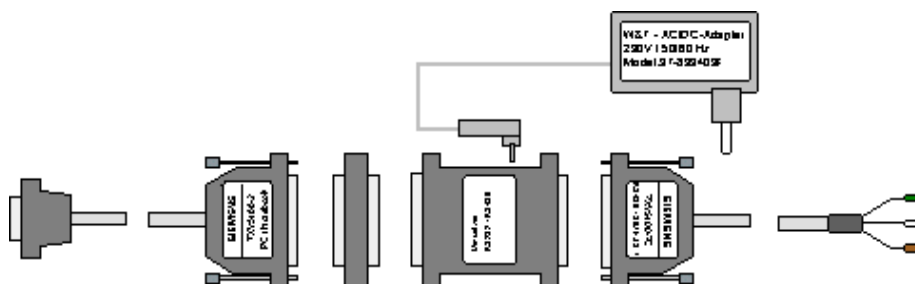

Figure 10-3 7KG6051-8EB and 7KG6051-8EC
- 7KG6051-8EB and 7KG6051-8EC (W&T / Figure 10-3)